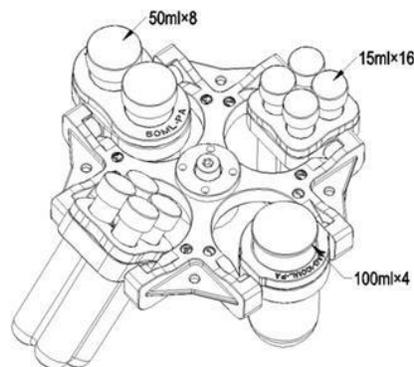

Figura 5: rotor de giro
Los pasos para instalar el rotor son los siguientes (indicados en la Figura 5, Figura 6)
- Como se muestra en la Figura 5, Figura 6, dirija la ranura del rotor en la parte inferior del rotor angular con el pasador de ranura del rotor en el eje principal del motor, luego coloque el rotor angular en el eje a través del orificio, luego fije el rotor angular y eje principal del motor con la tuerca de la cubierta del rotor con la llave hexagonal adjunta (Figura 5, Figura 6).